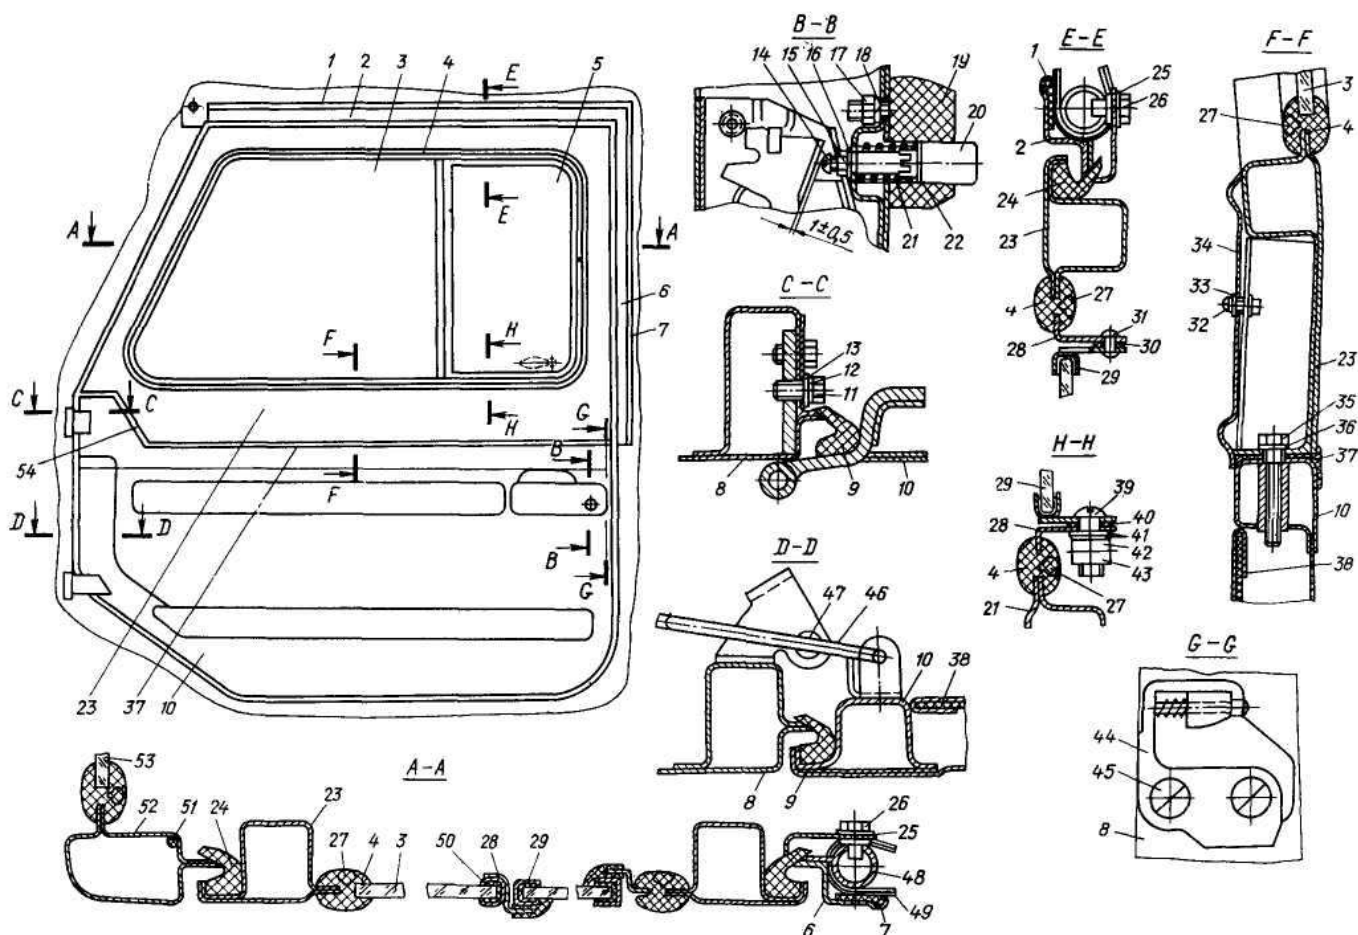
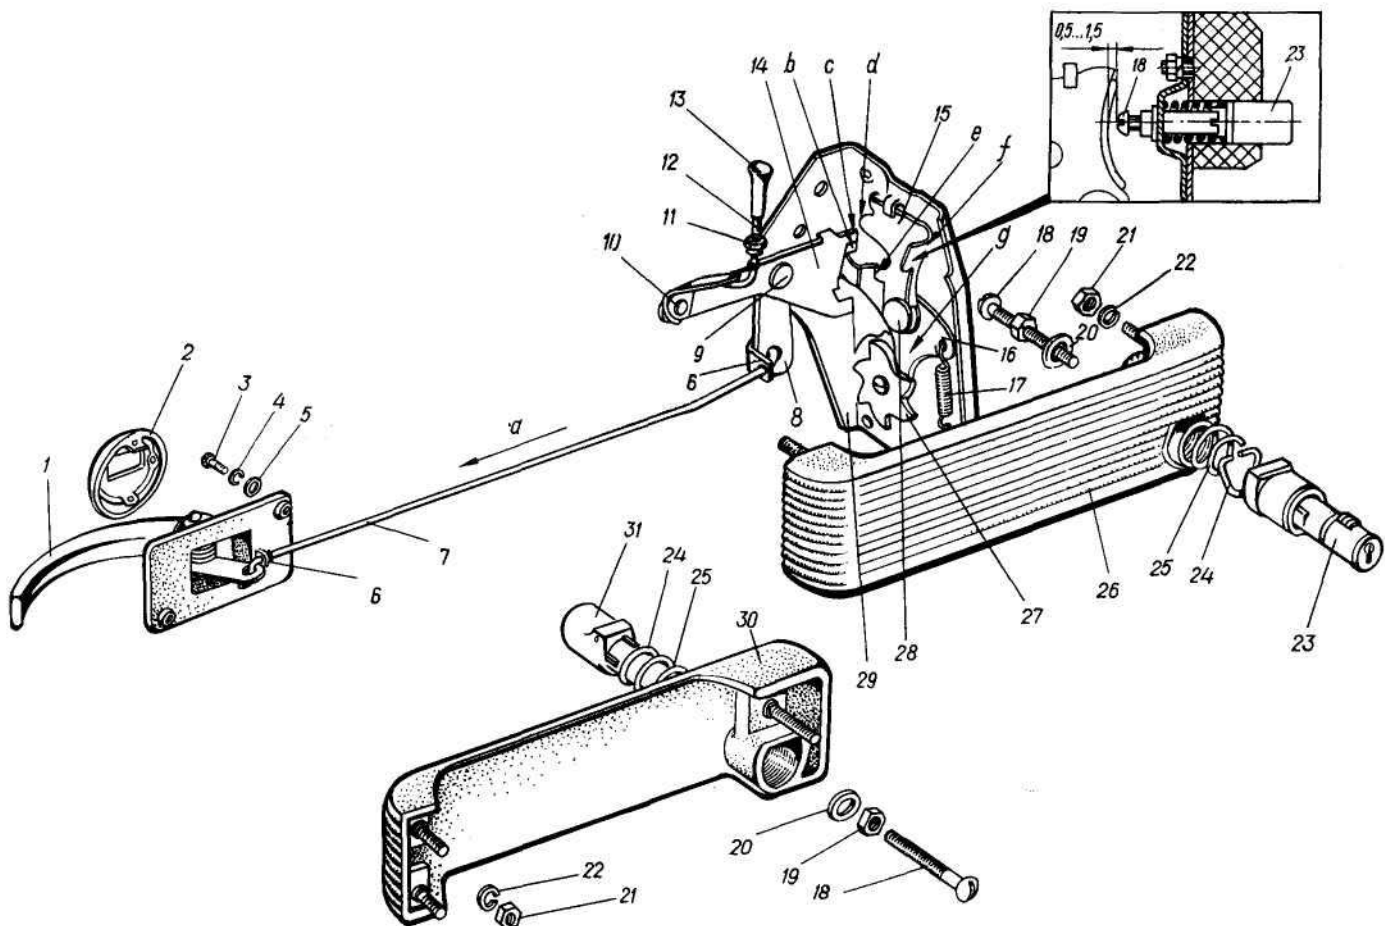
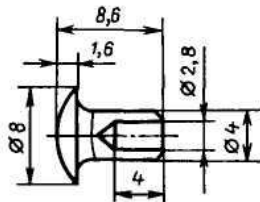
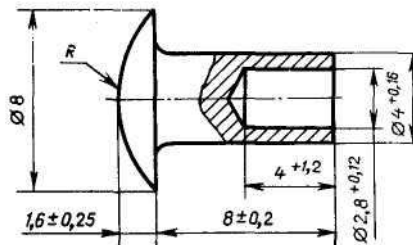

Рис. 242. Дверь со стёклами и уплотнителями:
Рис. 243. Замок, привод замка и ручки:
Рис. 245. Заклёпка крепления тяги запирающего механизма к замку двери
Рис. 246. Заклёпка для крепления поворотного окна двери к рамке окна
- отвинтите и снимите восемь болтов 26 (рис. 242) с шайбами 25 крепления желобков проёмов дверей к передней дуге и к связям дуг каркаса тента. Снимите желобки с уплотнителями в сборе;
- установите и закрепите болтами 26 (рис. 242) с шайбами 25 желобки проёмов дверей в сборе с уплотнителями. При установке не допускайте перекоса желобков и образования щели в угловом стыке. Болты завинтите равномерно до отказа.
Устройство. Конструкция двери показана на рис. 242, 243, 244. Дверь имеет съёмную надставку 23 (рис. 242).
Замок двери автомобиля — роторного типа (рис. 243 и 244). Состоит из корпуса 29 (рис. 243), установленных шарнирно на оси 28 щеколды 15 и собачки 16 храповика и на оси 9 — рычага 8 замка рычага запирающего механизма 14. Собачка храповика в зацеплении с храповиком 27 удерживается пружиной 17. Для открывания двери необходимо вывести из зацепления с храповиком собачку храповика. При открывании двери снаружи — нажатии на кнопку привода замка винт 18 упирается в полку **f** щеколды 15, которая, поворачиваясь на оси 28, своим захватом **e** поворачивает собачку 16 храповика, выводя её зуб **g** из зацепления.
Снятие и установка замка, наружной ручки, кнопки. Для замены замка двери, наружной ручки двери, кнопки наружной ручки предварительно снимите подлокотник, крышку замка двери (крепится пятью винтами) и кнопку запирающего механизма. На тягу 12 (рис. 243) кнопка навинчивается до упора.
Для снятия кнопки наружной ручки двери отпустите контргайку 15 (рис. 242) и вывинтите из кнопки винт 14. Порядок установки кнопки: заведите в отверстие каркаса двери со стороны замка винт 14 с навинченной контргайкой 15 и надетой шайбой 16, наденьте на кнопку пружинную скобу 22 и пружину 21 и, вставив сборку в отверстие наружной ручки, закрутите в кнопку винт 14 до получения зазора между его головкой и щеколдой замка 0,5...1,5 мм, как показано на рис. 242; удерживая винт от проворачивания, закрутите до отказа контргайку.
Для снятия замка двери наметьте линии его расположения на каркасе двери, отвинтите три винта его крепления к каркасу двери, затем снимите резиновую прокладку 6 (рис. 243) и разъедините замок с тягой 7. При замене замка следует, спилив головку заклепки 10, отсоединить тягу 12 от снимаемого замка и закрепить на вновь устанавливаемый новой заклепкой (рис. 245). Установку замка производите в последовательности, обратной снятию. При этом замок расположите по намеченным линиям, проверьте и при необходимости отрегулируйте зазор между головкой винта 14 (рис. 242) и щеколдой замка, как указано выше.
- поверните дверь в крайнее открытое положение и снимите ограничитель 46 (рис. 242) и фиксатор 47;
- установите дверь петлями в прорези обшивки по местам крепления и закрепите (без затяжки) шестью болтами 11 (рис. 242) с плоскими 13 и пружинными 12 шайбами;
- с помощью отвёртки выведите в месте стыка конец вкладыша 27 (рис. 242) и, не допуская разрывов, выньте вкладыш из уплотнителя;
Для снятия поворотного окна с окантовкой в сборе с рамки необходимо снять заклепку 31, спилив её замыкающую головку, отвинтить контргайку 43 и гайку 42 и снять винт 39, шайбы 41, 40 и 30. Крепление поворотного окна в рамке производите в обратной последовательности. Заклепку применяйте согласно рис. 246. Тарельчатые пружинные шайбы 41 (рис. 242) друг к другу ставьте большими диаметрами. Гайку 42 затяните настолько, чтобы усилие поворота окна было в пределах 0,8...1,0 кгс.